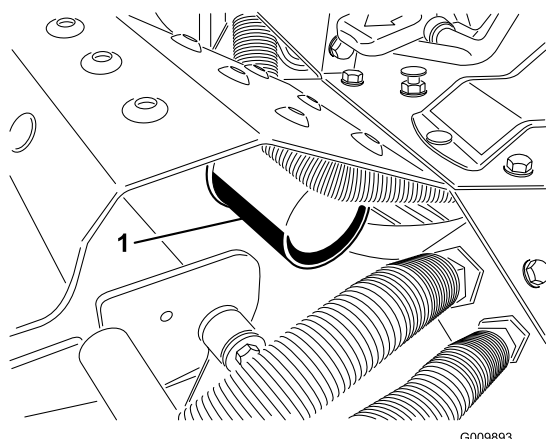

Figura 61
3. Limpe a zona em torno do filtro de óleo hidráulico (Figura 61). Retire o filtro da parte de baixo da estrutura do filtro e deixe o óleo escorrer para um